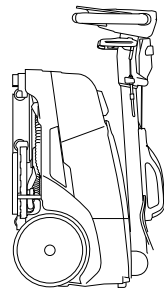

Fig.4
- Vrid maskinen i vertikalt läge (bild 4).